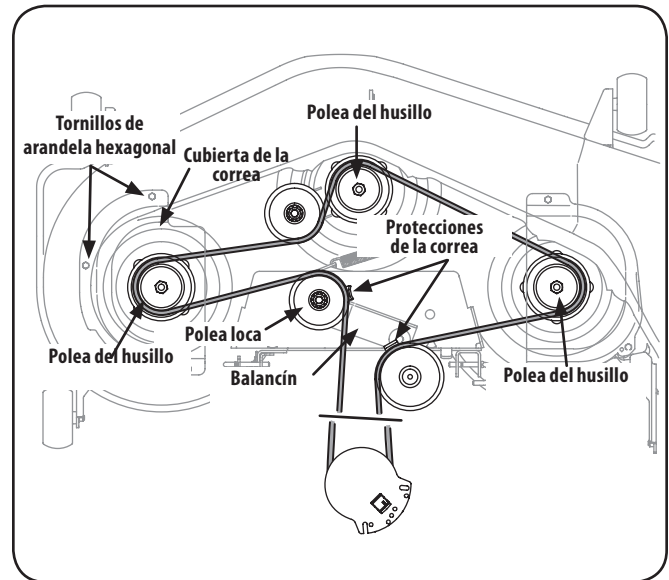

Figura 7-12
- Retire los tornillos de arandela hexagonal que sujetan las cubiertas de las correas a la plataforma. Consulte la Figura 7-12.
- Instale la nueva correa alrededor de las poleas del husillo tal como se muestra y reinstale las cubiertas de las correas. Consulte la Figura 7-12.
- Coloque la correa como se indica en la Figura 7-12 y vuelva a instalar la plataforma (consulte Instalación de la plataforma en la página 30).